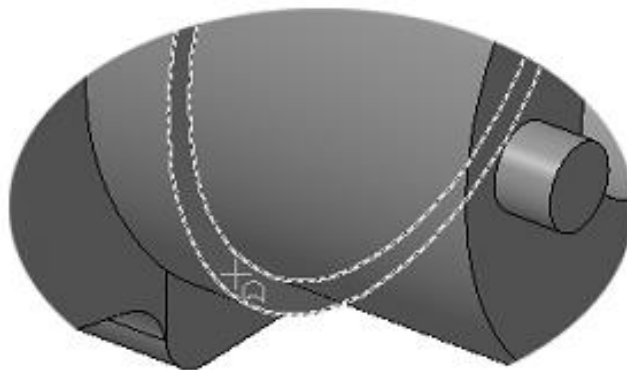

Рисунок 54.
16. В модели укажите узкую кольцевую грань круглой бобышки (рис. 54)